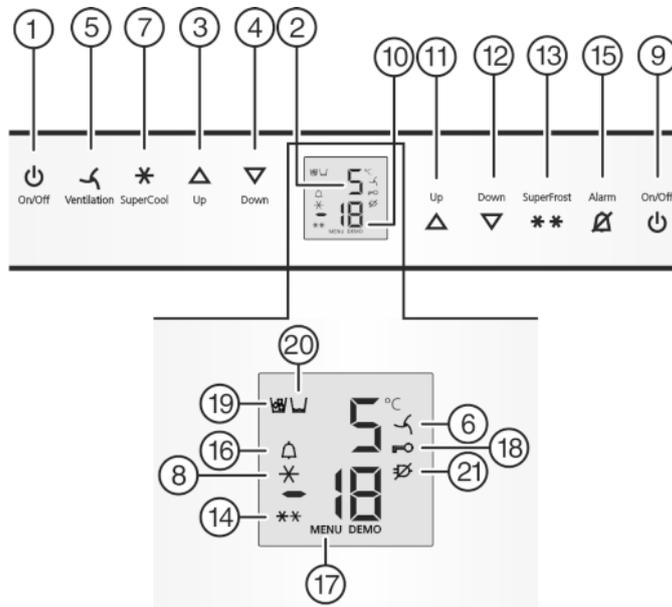

Fig. 2
- Appuyer sur la touche On/Off du congélateur Fig. 2 (9).
- Appuyer sur la touche On/Off du réfrigérateur Fig. 2 (1).
- Activer le mode de réglage : appuyer env. 5 sec. sur la touche SuperFrost Fig. 2 (13).
- ▷ Le symbole Menu Fig. 2 (17) est allumé.
- Confirmer : appuyer brièvement sur la touche SuperFrost Fig. 2 (13).
- Appuyer brièvement sur la touche SuperFrost Fig. 2 (13) pour activer la sécurité enfants.
- ▷ Le symbole Sécurité enfants Fig. 2 (18) est allumé. L'affichage **c** clignote.
- appuyer brièvement sur la touche SuperFrost Fig. 2 (13) pour désactiver la sécurité enfants.
- ▷ Le symbole Sécurité enfants Fig. 2 (18) s'éteint. L'affichage **c** clignote.
- Désactiver le mode de réglage : appuyer sur la touche On/Off du congélateur Fig. 2 (9).
- Appuyer sur la touche Alarme Fig. 2 (15).
L'affichage de la température clignote en même temps que le symbole Alarme Fig. 2 (16).